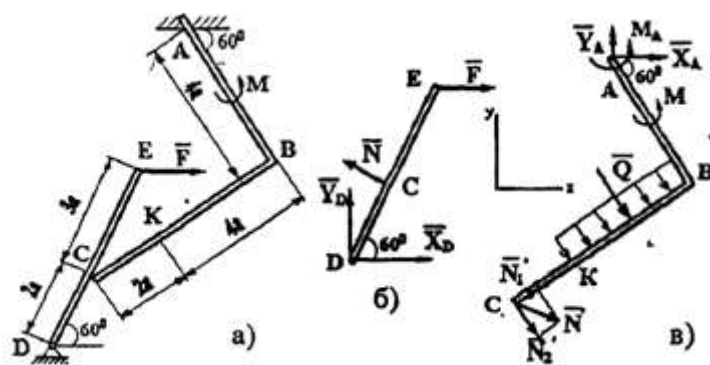

Рис. 22
**Пример 10.** На угольник  $ABC$  ( $\angle ACB = 90^\circ$ ), конец  $A$  которого жестко заделан, в точке  $C$  опирается стержень  $DE$  (рис. 22, а). Стержень имеет в точке  $D$  неподвижную шарнирную опору, и к нему приложена сила  $\vec{F}$ , а к угольнику - равномерно распределенная на участке  $KB$  нагрузка интенсивности  $q$  и пара с моментом  $M$ .